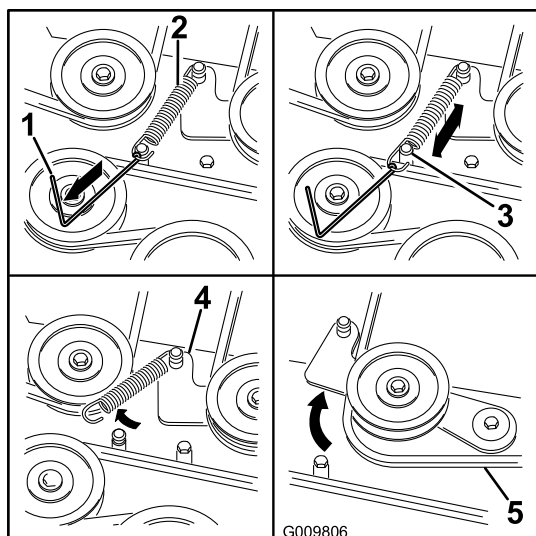

Figure 62
8. À l'aide d'un outil de dépose de ressort (réf. Toro 92-5771), décrochez le ressort de l'ergot sur le plateau pour éliminer la tension sur la poulie de tension (Figure 62).
11. Acheminez la courroie neuve autour des poulies du plateau de coupe et de la poulie d'embrayage, sous le moteur (Figure 62).
12. À l'aide d'un outil de dépose de ressort (réf. Toro 92-5771), accrochez le ressort à l'ergot sur le plateau pour tendre la poulie de tension et la courroie de plateau de coupe (Figure 62).